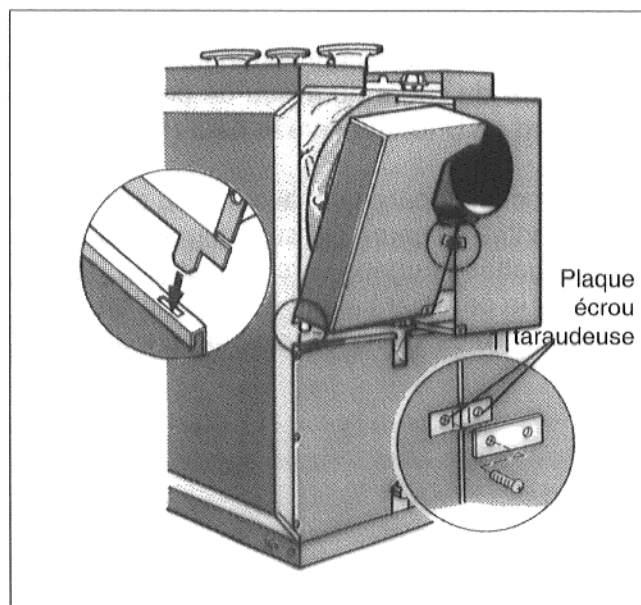

Fig. 16
- Insérer les deux languettes inférieures des faces arrières supérieures dans les fentes du rebord de la face arrière inférieure (Fig. 16).
- Accrocher les deux crochets supérieurs dans le rebord de la partie gauche ou droite du capot (Fig. 16).
- Fixer les deux parties supérieures de la face arrière à l'aide de 2 languettes de liaison et de vis Parker (Fig. 16).